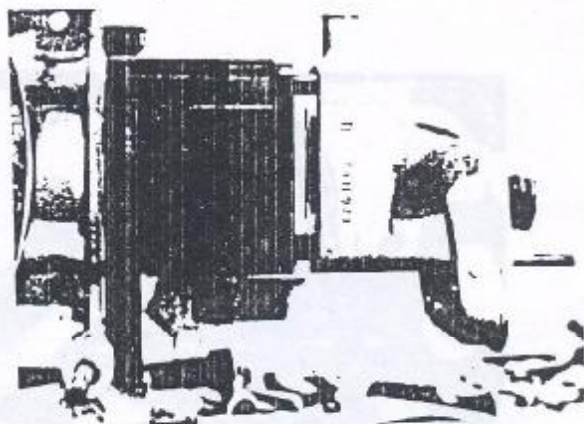

Figura 1.01.24 - Posicionamento dos cabeçotes
39. Posicionar os cabeçotes nos respectivos prisioneiros, deixando, porém, uma folga entre os mesmos e as faces dos cilindros para a instalação posterior dos tubos das varetas das válvulas (Figura 1.01.24).